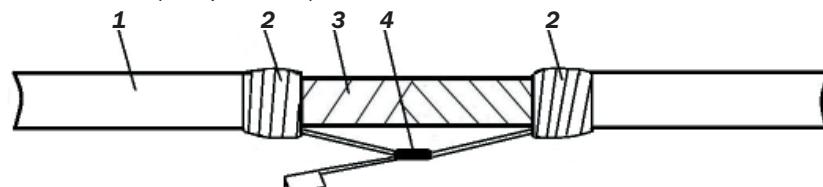

Рис. 13. Фиксация «флажков» с соединителями экрана на обрезах оболочек:
5.13 «Флажки» с соединителями экрана прижимают к кабелю до упора. Поверх соединителей на кабели у обрезов оболочек накладывают бандажи из 2-3-х слоёв липкой виниловой ленты, заходя на кабели не менее чем на 25 мм от обрезов оболочек (см. рис. 13).